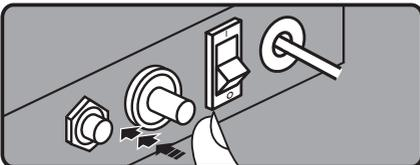
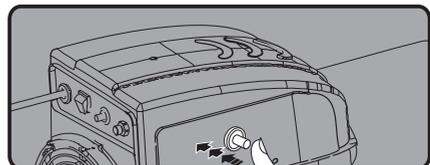

Abb. 3c: Gasventil-Knopf betätigen
Abb. 3d: Piezozünder betätigen
5. Betätigen Sie bei gleichzeitig gedrücktem Gasventil-Knopf (siehe Abb. 3c) den Piezo-Druckknopf an der Geräteseite (siehe Abb. 3d) mehrmals hintereinander.